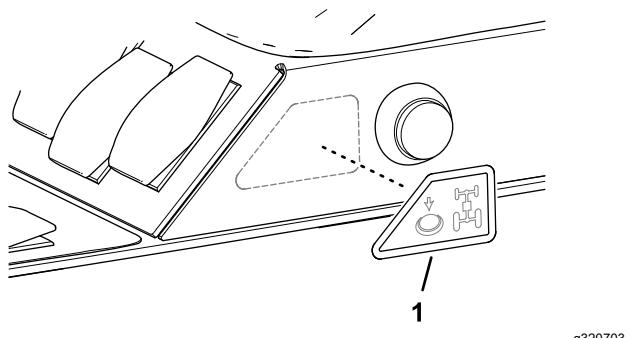

Figure 5
3. Sur le côté extérieur de la console, apposez l'autocollant sur le panneau gauche, comme montré à la Figure 5.